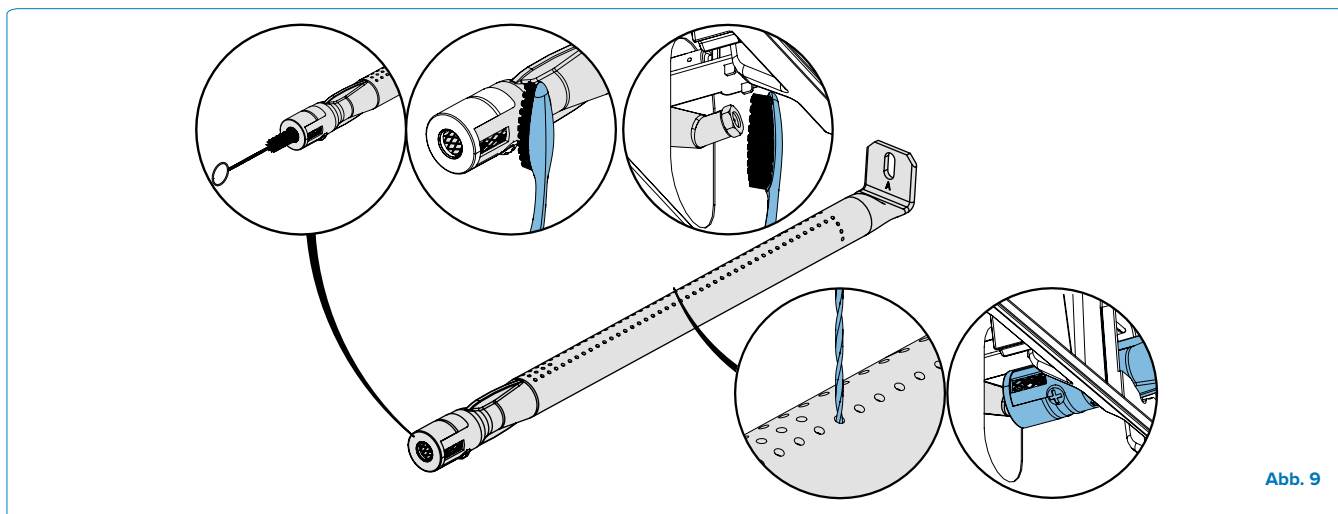

Abb. 9
1. Entfernen Sie die Schraube(n), die den Brenner an der Rückwand des Grills befestigt. Schieben Sie den Brenner nach hinten und oben, um ihn zu entfernen. **(Abb. 9)**